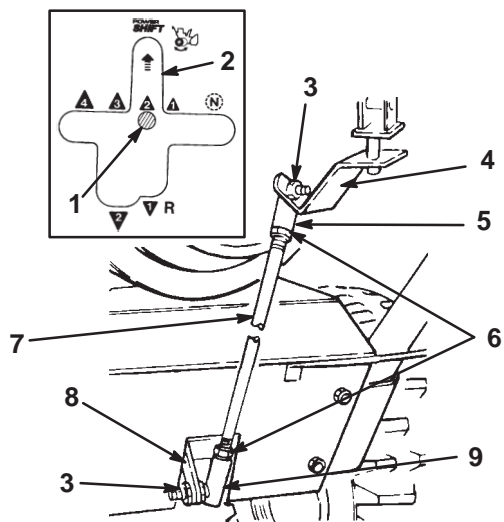

Figure 6
1. Introduisez le goujon de la rotule supérieure à l'avant du support de changement de vitesse et fixez-le en position avec un contre-écrou (Fig. 6).
2. Introduisez le goujon de la rotule inférieure du côté droit du levier de transmission et fixez-le en position avec un contre-écrou (Fig. 6).
3. Sélectionnez la seconde et vérifiez si la tige de changement de vitesse se trouve bien en face de la fente de Power Shift dans le panneau de commande (voir l'encart de la Fig. 6).
- A. Désaccouplez la rotule du levier de transmission et desserrez l'écrou de blocage (Fig. 6).
- B. Tournez la rotule en haut ou en bas jusqu'à ce que le levier de changement de vitesse se trouve en face de la fente de Power Shift (Fig. 6).
- C. Accouplez la rotule au levier de transmission et serrez l'écrou de blocage (Fig. 6).